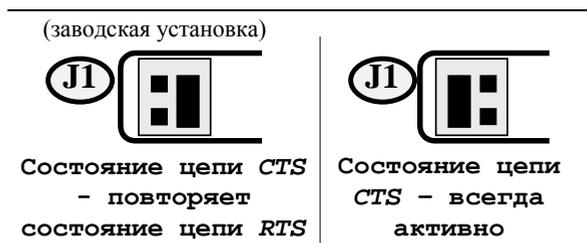

Рис. 6 Положение замыкателя на переключателе **J1**
**J1** Переключатель определяет работу выходной цепи CTS интерфейса RS-232. Положение замыкателя на переключателе **J1** приведено на Рис. 6.